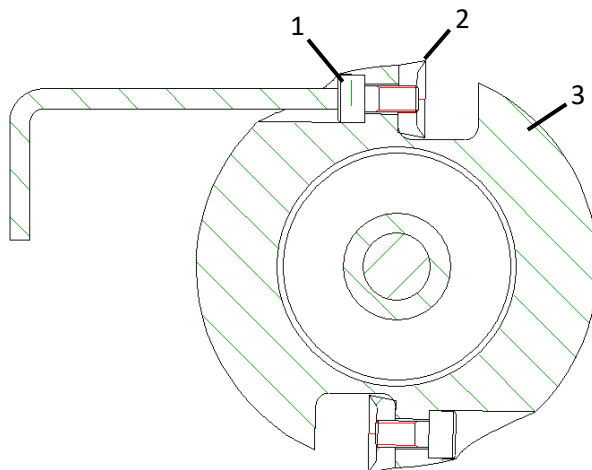

Fig. 3. Remplacement des couteaux
- Desserrez les vis de couteau (1- Fig. 3) sur la tête de fraisage (3- Fig. 3) avec une clé Allen de 3 mm.
- Remplacez les couteaux circulaires (2- Fig. 3) ou tournez-les de 180°.